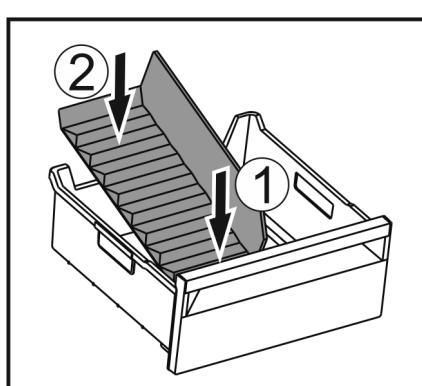

Fig. 154
- Vložte prednú časť oddelovača zásuvky na ľad. Fig. 154 (1)
- Spusťte zadnú časť oddelovača zásuvky na ľad až na dno zásuvky. Fig. 154 (2)